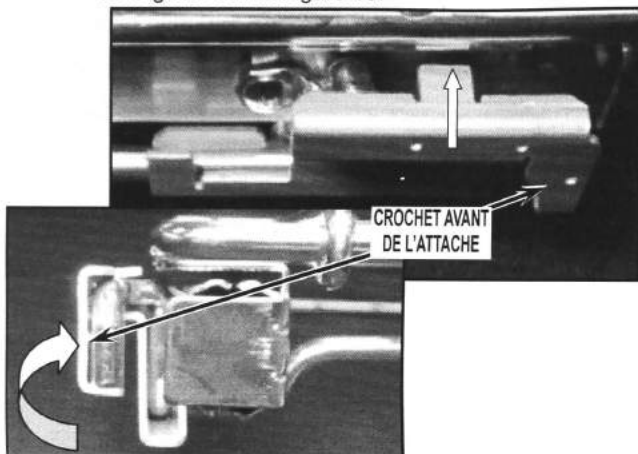

FIGURE 13
c) Maintenir l'attache en position relevée, puis la pousser vers l'intérieur pour l'emboîter sur le dessus du cadre de la grille. Voir la Figure 13.
IMPORTANT : Ne pas courber les butées de glissière lors du serrage de la languette afin de ne pas endommager la pièce. L'opération de courbure de la languette avant peut provoquer un évasement du crochet avant de l'attache. Le cas échéant, resserrer en conséquence. Voir Figures 13 et 14.